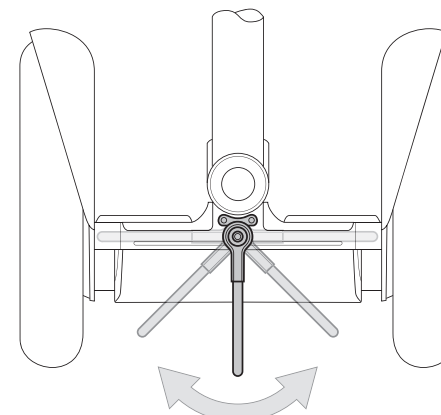

Figure 3. Déploiement et escamotage de la béquille de stationnement
4. Pour escamoter la béquille de stationnement, penchez le TP vers l'arrière et faites pivoter le ressort vers le haut à l'aide de votre pied. Vérifiez que le pivot s'emboîte avec un claquement. Référez-vous à la figure 3.